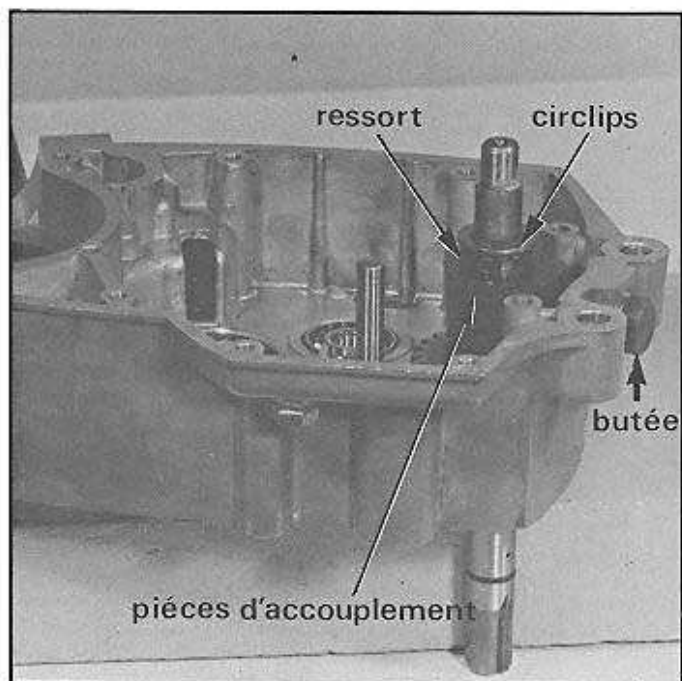

Fig. 57
- Dévisser et retirer la vis de butée (fig. 57).
- Retirer le circlips (fig. 57).
- Retirer la rondelle de la pièce d'accouplement et le ressort (fig. 57).